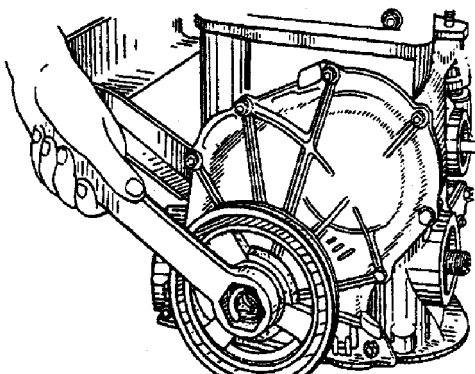

Fig. 2-5. Remoção da porca da polia da árvore de manivelas
11. Remover a polia da árvore de manivelas, fixando o volante com o dispositivo de retenção A.60330/R (fig. 2-10). Soltar a porca da polia com a chave especial A.50121 (fig. 2-5).